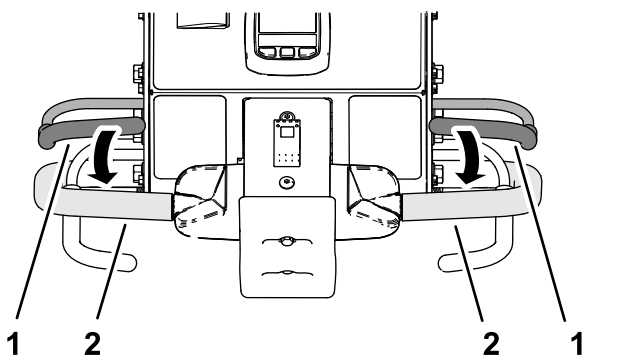

Figura 100
3. Prindei bara de ghidare din stânga sau din dreapta i maneta pentru prezenta operatorului (Figura 100) i strângei maneta spre bara de ghidare.